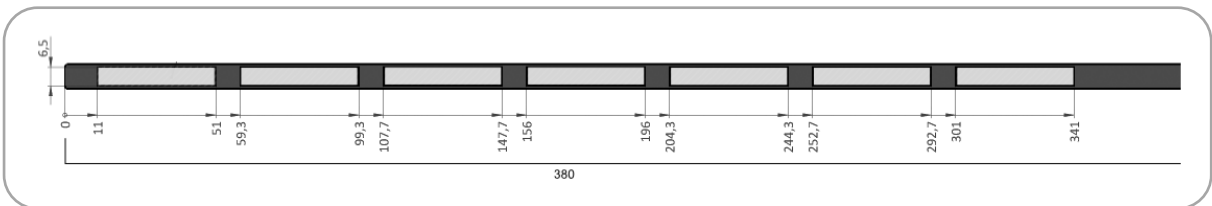

Abbildung 14: Beschriftungsstreifen
- Die Maße (Angaben in mm) sind in Abbildung 14 angegeben. Es gibt sieben bedruckbare Bereiche, die jeweils 6,5 mm hoch und 40 mm lang sind. Der Abstand auf der linken Seite beträgt 11 mm, die Abstände zwischen den Bereichen 8,3 mm.